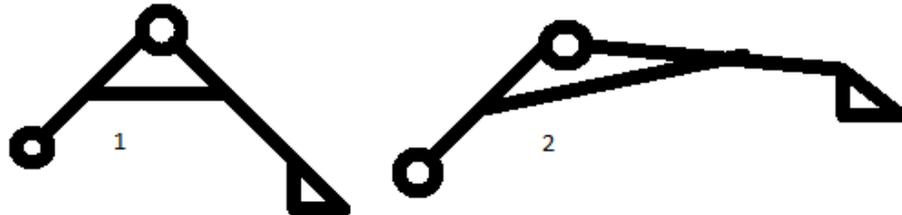

Рис.4
1. Привод линейный, который согласован с шарниром. Этот привод вращает шарнир и тем самым перемещает звенья. Привод способен вращать исполнительное звено по одной из осей (рис.4).